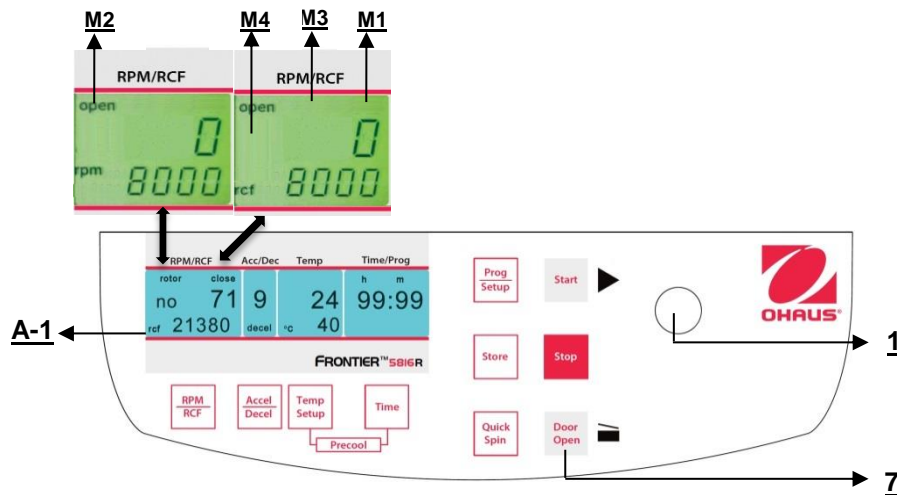

Figura 15
Dopo il funzionamento, quando il coperchio della centrifuga è chiuso, appare la parola **"close"** (M1) sul display **"RPM | RCF"** (A-1). Inoltre, se vi è un rotore nella centrifuga, appare la parola **"rotor"** (M3) e anche il numero di codice del rispettivo rotore che si trova all'interno del sistema centrifugo **"71"** (M4). Se nella centrifuga non vi è alcun rotore, la parola **"rotor"** (M3) lampeggia e appare la parola supplementare **"no"** (M4). Premendo il tasto **"Door Open"** (7), si può rilasciare il coperchio della centrifuga. Non appena il coperchio elettromagnetico è completamente rilasciato, appare la parola **"open"** (M2). Adesso è possibile aprire il coperchio della centrifuga. Fare riferimento alla figura 15 qui di seguito per riferimento
Il coperchio deve solo essere abbassato leggermente. Un bloccaggio elettromagnetico del coperchio fa chiudere il coperchio stesso, e allo stesso tempo scompare la parola **"open"** (M2) (fare riferimento alla figura 15).